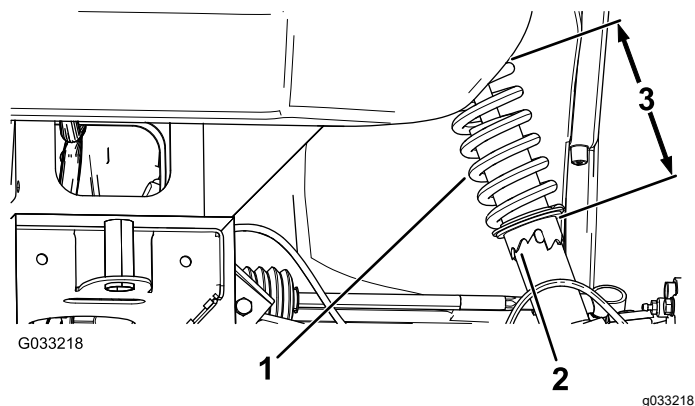

Figura 46
1. Utilizando a ferramenta Toro 132-5069, rode o anel no amortecedor para alterar o comprimento da mola (**Figura 46**).